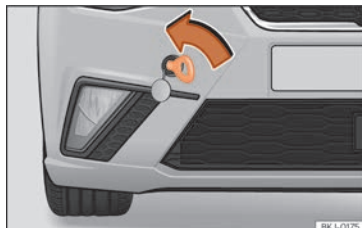

Fig. 100 Paraurti anteriore destro: occhiello di traino avvitato.
- Avvitare l'anello fino in fondo verso *sinistra*, nel senso indicato dalla freccia »» **fig. 100**.